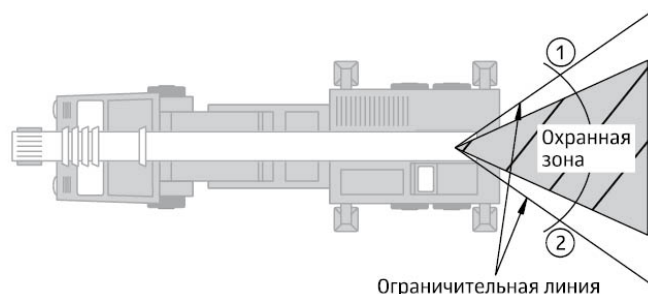

Рисунок 12 — Координатная защита «Поворот влево», «Поворот вправо»
- «поворот влево», «поворот вправо» (рисунок 12).